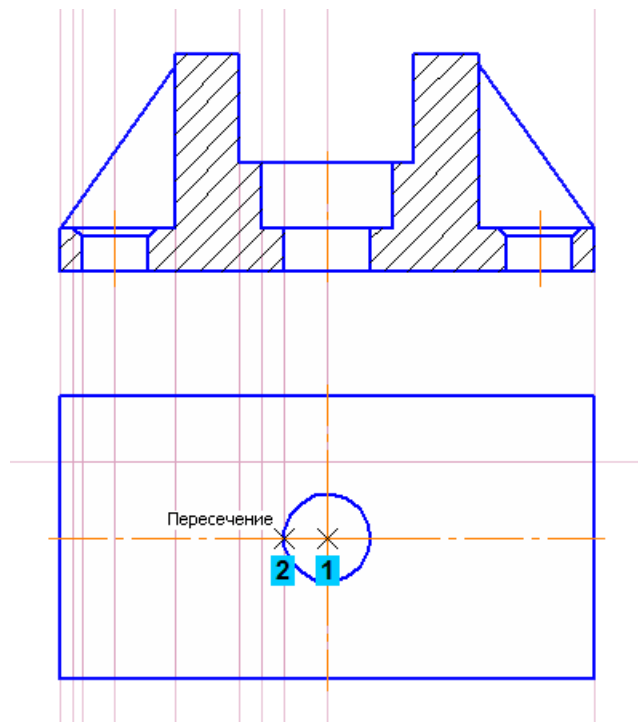

Рисунок 39
- С помощью привязки Пересечение укажите точку 2 (рис. 39).